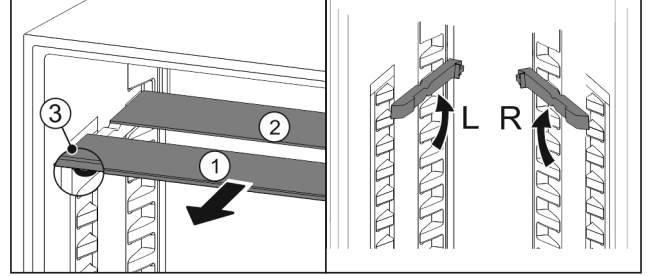

Fig. 21
- Her bir rafı tek tek öne doğru çekip çıkarın Fig. 21 (1).
- ▷ Süs çitalı raf Fig. 21 (1) önde yer alıyor.
- ▷ Durdurucular Fig. 21 (3) aşağı bakıyor.